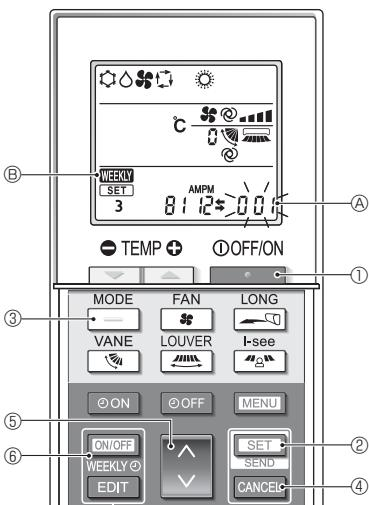

Fig. 4-12
4.12.8. Cómo desactivar el funcionamiento en modo Auto (Fig. 4-12)
1.Pulse el botón ① para detener el acondicionador de aire.
• Si el temporizador semanal está activado, pulse el botón ② para desactivarlo. (③ desaparece).
2.Pulse el botón SET ② durante 5 segundos.
3.Pulse el botón ④.
4.Completar los ajustes (Fig. 4-12)